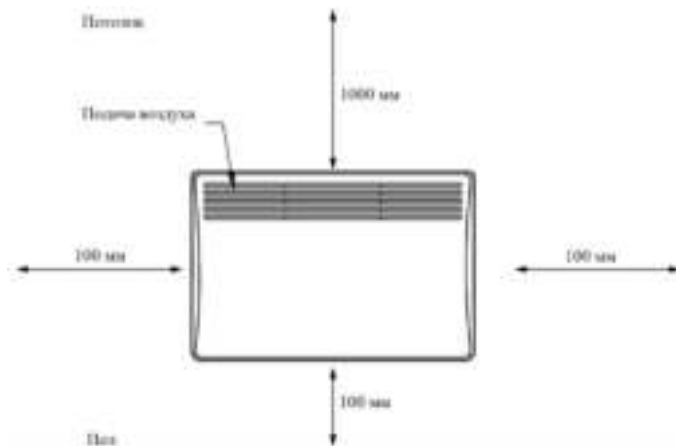

Рис. 2 Минимальные расстояния от конвектора до пола, потолка, побочных предметов
1. Определите место установки прибора с соблюдением минимальных расстояний до посторонних предметов, потолка и пола в соответствии с Рис. 2.